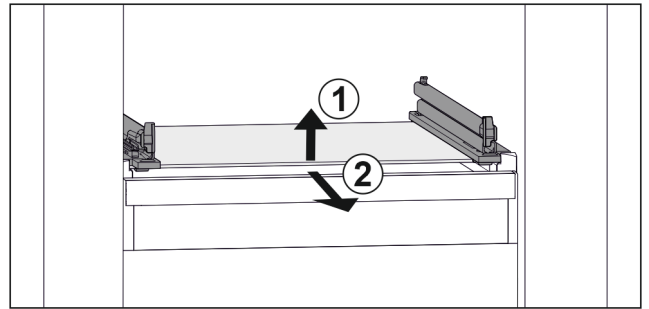

Fig. 65 Representación de la placa de vidrio a modo de ejemplo
- ▶ Levante la placa de vidrio por delante. Fig. 65 (1)
- ▶ Retire la placa de vidrio hacia delante. Fig. 65 (2)